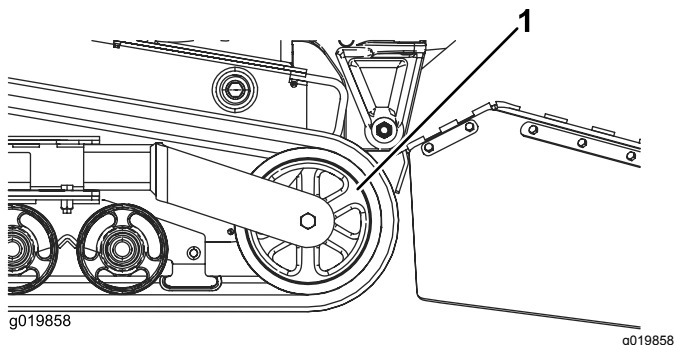

Figura 49
5. Empurre a roda tensora para trás o máximo possível (**Figura 49**).
7. Quando a lagarta estiver fora da roda tensora, retire-a da máquina (**Figura 49**).